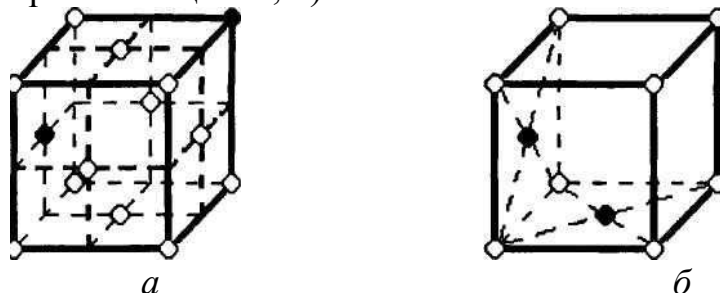

Рис. 3.9. Кристаллическая решетка сплава:
17. К какому типу принадлежит сплав, кристаллическая решетка которого представлена на рис. 3.9, *а*?
18. К какому типу принадлежит сплав, кристаллическая решетка которого представлена на рис. 3.9, *б*?